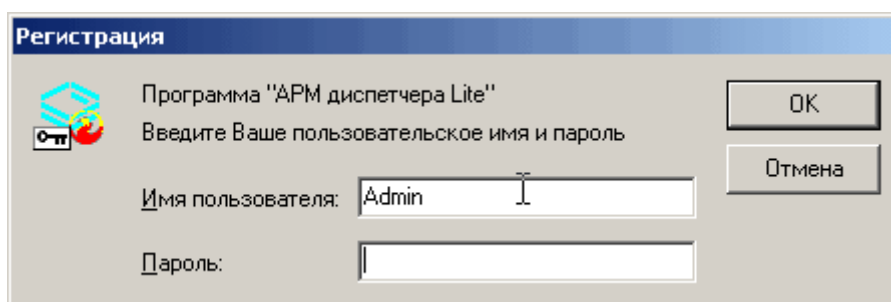

Рис. 4. Запрос имени пользователя и пароля при запуске программы
При запуске программы происходит идентификация пользователя путем ввода имени пользователя и пароля (Рис.4)
- Пользователь (логин) – то имя, которое пользователь будет вводить при каждом входе в программу в окне регистрации (Рис.4);